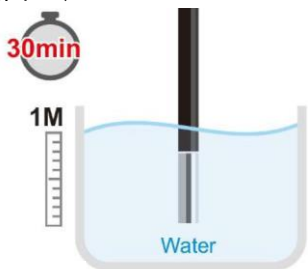

図55
- ・プローブケーブルは水の深さ1m以上、30分以上浸漬しないでください(図55)。